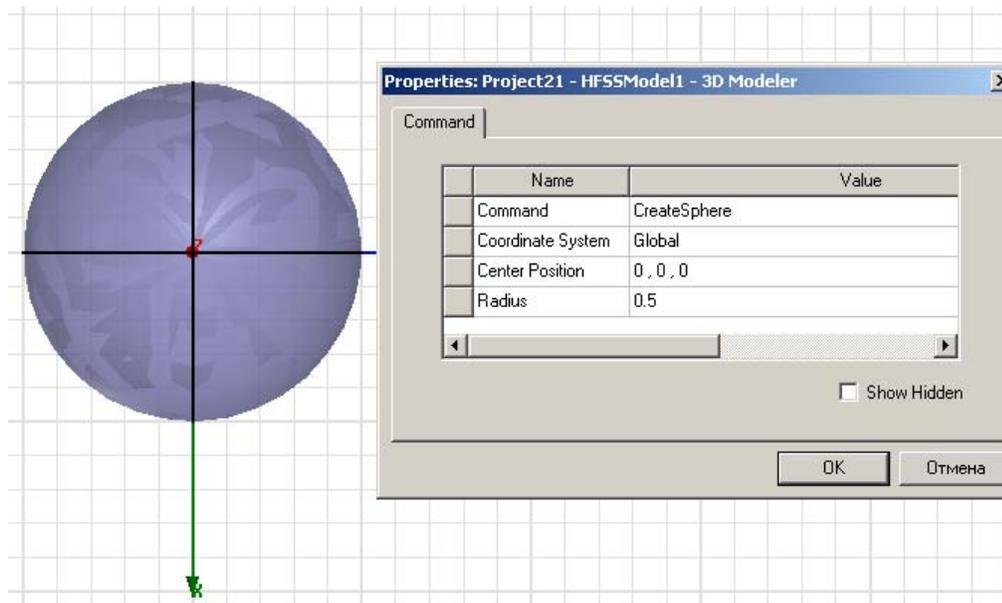

Рис. 3.11. Создание сферы и ее параметры
2. Выберите центр сферы, нажимая точку в нужном месте или вводя координаты точки в полях **X**, **Y**, и **Z** (рис. 3.11).